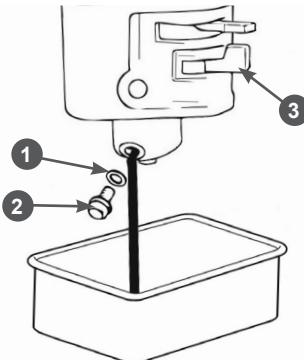

Рис. 30. Обслуживание карбюратора
- Установите под карбюратор подходящую емкость (Рис. 30).
- Установите рычаг топливного крана 3 в положение «ЗАКРЫТО» (Рис. 30).
- Открутите болт 2 сливного отверстия и слейте топливо из поплавковой камеры карбюратора в приготовленную для этого ёмкость (Рис. 30).